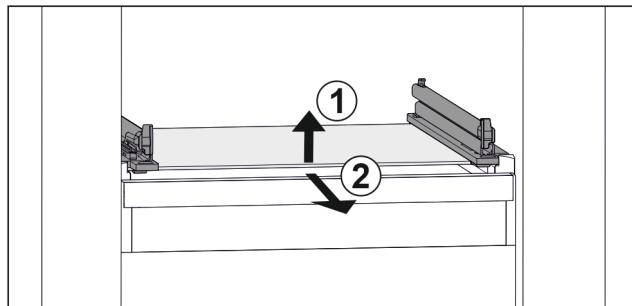

Fig. 109 Примерно изображение на стъклена плоча
- Повдигнете стъклена плоча отпред. Fig. 109 (1)
- Извадете стъклена плоча напред. Fig. 109 (2)